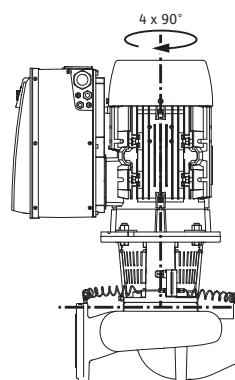

*Fig. 18: Posizioni di montaggio ammesse con albero del motore orizzontale*
Le posizioni di montaggio ammesse con albero del motore orizzontale e modulo elettronico verso l'alto ( $0^\circ$ ) sono illustrate nella Fig. 18.
Non sono raffigurate le posizioni di montaggio ammesse con modulo elettronico montato lateralmente ( $+/- 90^\circ$ ). Sono consentite tutte le posizioni di montaggio tranne "modulo elettronico verso il basso" ( $-180^\circ$ ). La disaerazione della pompa è garantito solo se la valvola di sfiato è rivolta verso l'alto (Fig. 18, pos. 1). Solo in questa posizione ( $0^\circ$ ) il condensato formatosi può defluire attraverso i fori presenti, la lanterna della pompa e il motore (Fig. 18, pos. 2). A tale scopo, rimuovere il tappo presente sulla flangia del motore.
- La valvola di sfiato sulla lanterna (Fig. 6, pos. 1.31) in caso di albero del motore orizzontale deve sempre essere rivolta verso l'alto (Fig. 6a: e Fig. 6b:). In caso di albero del motore verticale è permesso ogni orientamento. Vedere a questo riguardo anche Fig. 18: "Posizioni di montaggio ammesse con albero del motore orizzontale" a pagina 89 o Fig. 19: "Posizioni di montaggio ammesse con albero del motore verticale" a pagina 89.
- Con albero del motore orizzontale è necessario che il foro di condensa sia rivolto verso il basso (Fig. 18, pos. 2). Eventualmente il motore deve essere ruotato corrispondentemente.